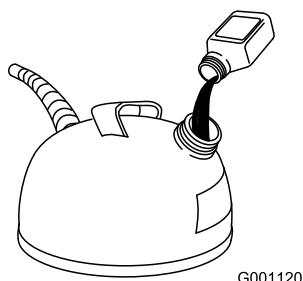

Bild 10
2. Mischen Sie Zweitaktmotoröl zum Benzin, gemäß der Tabelle unten (Bild 10):